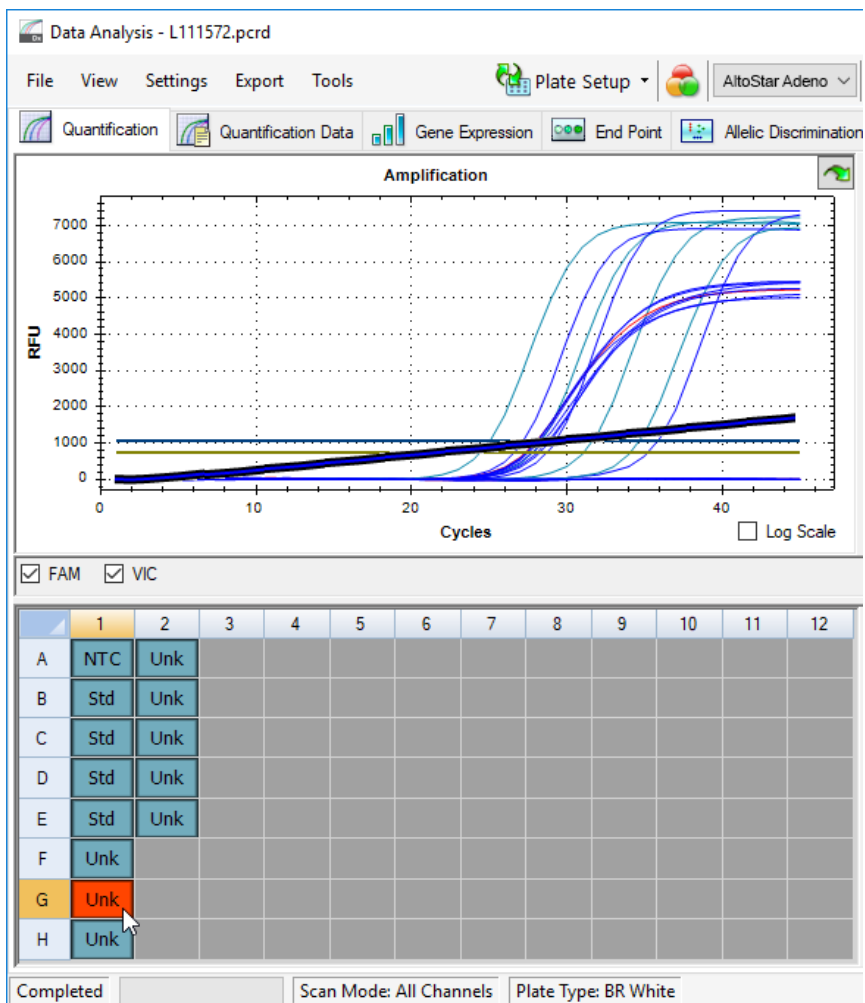

Abb. 6: Fenster Data Analysis (Datenanalyse): irreguläres PCR-Signal
- Identifizieren Sie Wells mit irregulären PCR-Signalen (lineare Signalzunahme, Signalspitzen usw.) in den Detektionskanälen FAM™ (Adenovirus-Ziel) und VIC™ (IC) (siehe Abbildung 6).